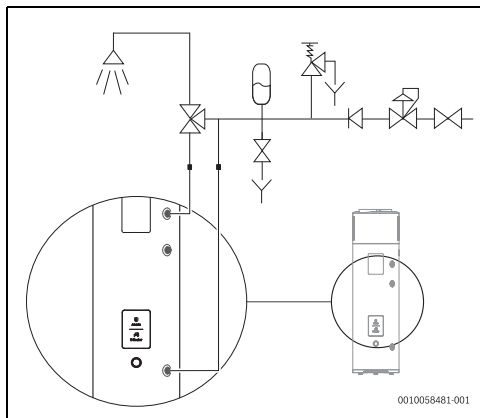

Fig. 14 Conexiones de suministro de agua
Es obligatorio que el instalador del sistema monte una válvula de seguridad de 8 bar en la tubería de entrada de agua fría (fig. 14).
La descarga conectada a la válvula de seguridad debe instalarse inclinada hacia abajo. También debe instalarse en un lugar donde esté protegida contra la formación de hielo (fig. 14).
No cerrar nunca la válvula de corte durante el funcionamiento. (→fig. 14, página 69).
- ▶ Instalar un vaso de expansión¹⁾ (→ fig. 14) para evitar que la válvula de seguridad se abra con tanta frecuencia.